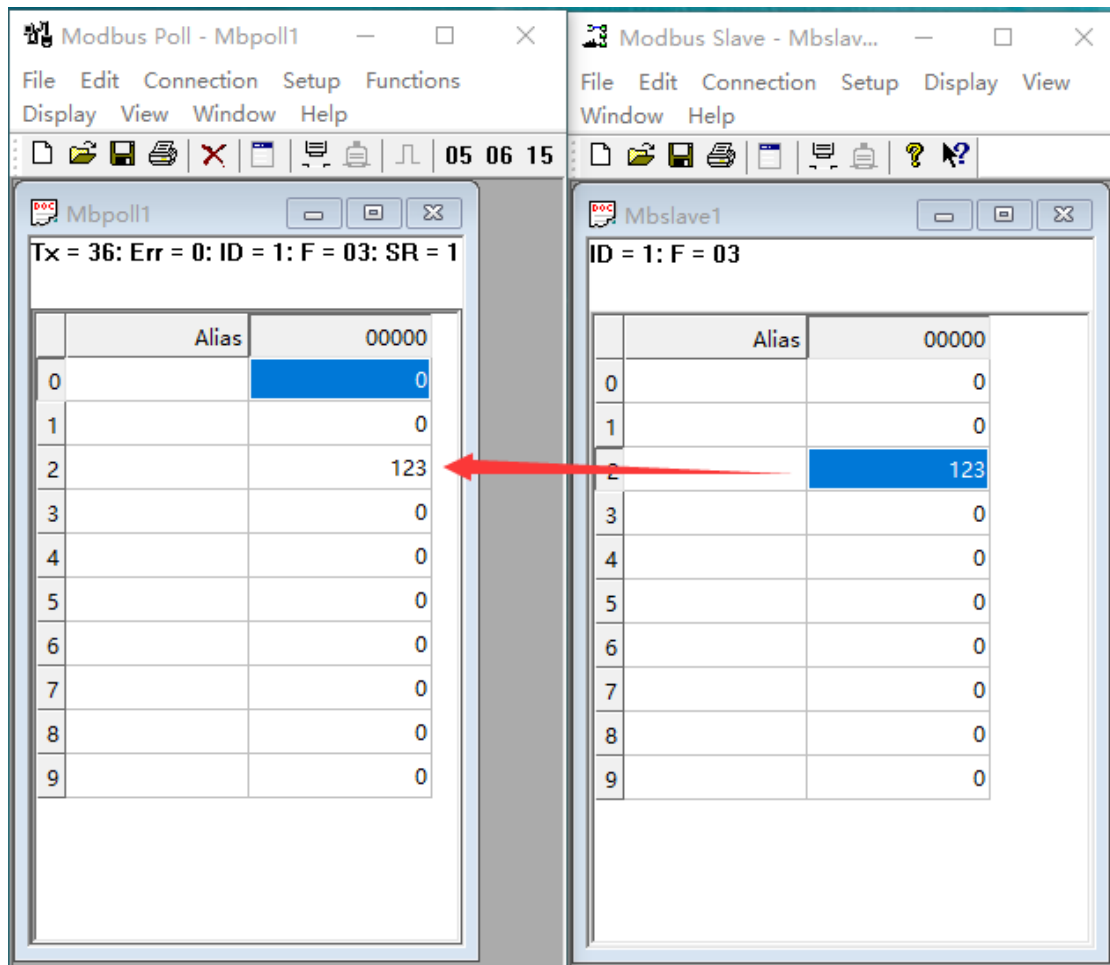

Abbildung 6-27 MODBUS-Kommunikationstest
- (7) Klicken Sie separat auf "Verbindung", um die Verbindung herzustellen, wie in Abbildung 6-27 dargestellt.